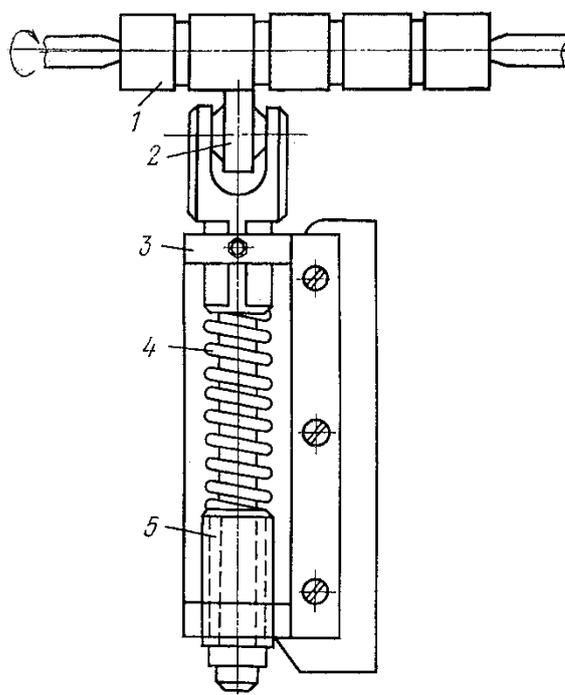

Рисунок 3 – Схема приспособления для накатки (накатки):
2. закрепляют деталь в центрах токарного станка, а в резцедержателе – оправку с накатником (рис. 3);